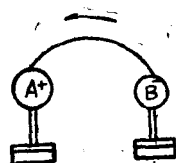

图 9
②电流：取两只金属圓球（如图9），其中一只（A）带正电荷，另一只（B）带負电荷。